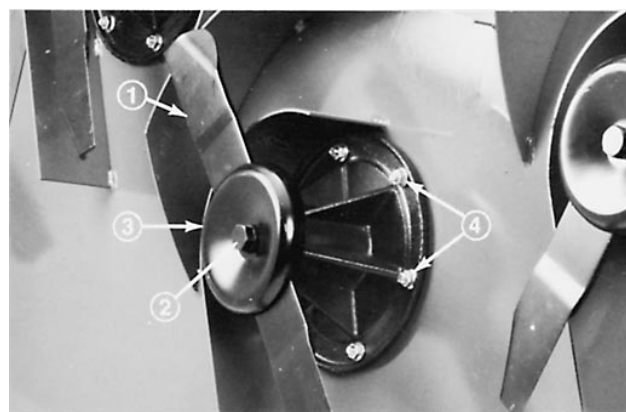

Figure 59
2. Saisir l'extrémité de la lame avec un chiffon ou un gant épais. Enlever le boulon, le contre-écrou, la coupelle anti-scalp et la lame de l'ensemble axe (Fig. 59).